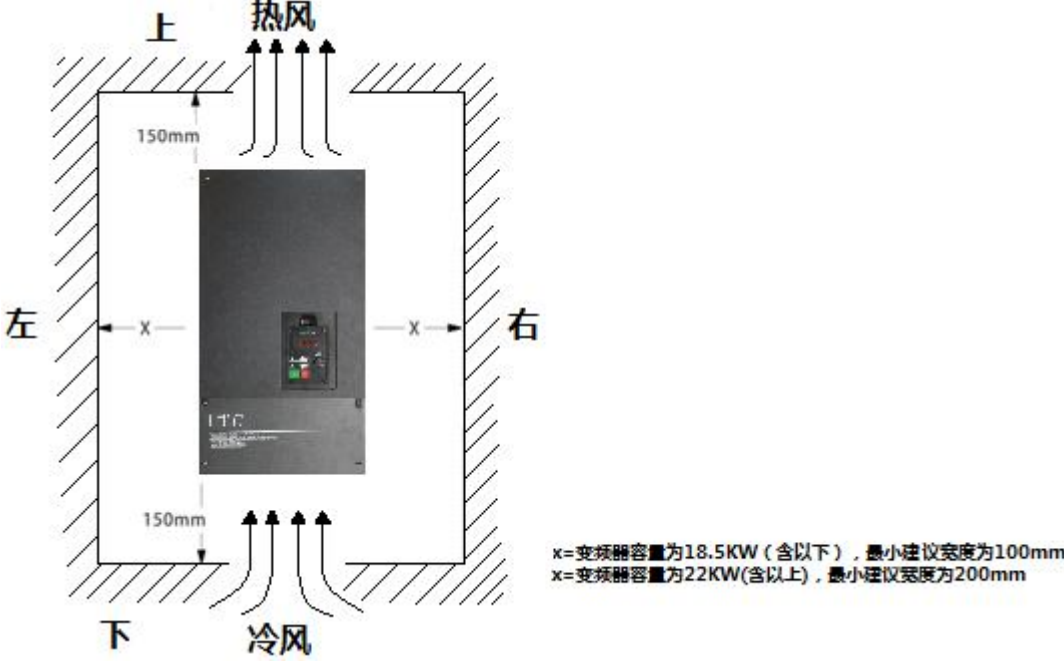

图 3.1 T310 的安装空间
- (1) 请纵向安装 T310 变频器，留下足够的空间确保冷却效果，如图 3.1 所示。